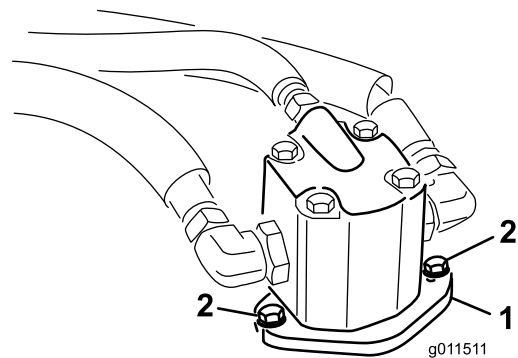

Figure 95
4. Enlevez les boulons qui fixent le moteur hydraulique au plateau de coupe (Figure 95).